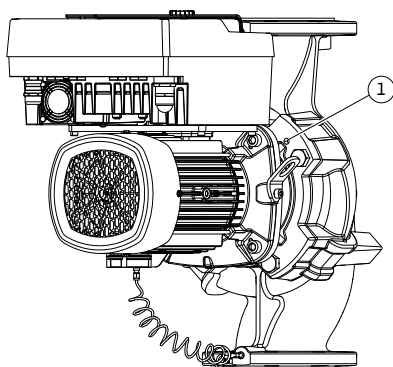

Fig. 103: Estrazione del set di innesto tramite fori filettati
11. Allentare la vite (Fig. I/III, pos. 10, Fig. II/IV, pos. 29) che tiene la lamiera di sostegno del trasduttore di pressione differenziale. Tirare lateralmente il trasduttore di pressione differenziale (Fig. I, pos. 8) con la lamiera di sostegno e lasciarlo appeso ai tubi di misurazione della pressione (Fig. I, pos. 7). Staccare il cavo di collegamento del trasduttore di pressione differenziale nel modulo elettronico o sganciarlo e estrarlo dal collegamento a spina.
12. Per il tipo di pompa (Fig. III, IV) allentare le viti (pos. 29). Utilizzare i due fori filettati adiacenti (Fig. 103, pos. 1) e le viti idonee predisposte a cura del committente (es. M10 x 25 mm). Estrarre il set di innesto dal corpo pompa.